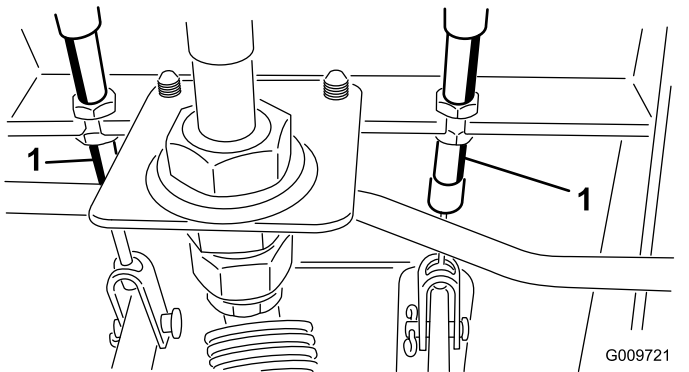

Figura 101
- A. Afloje la tuerca delantera del extremo roscado del cable de freno (Figura 101).